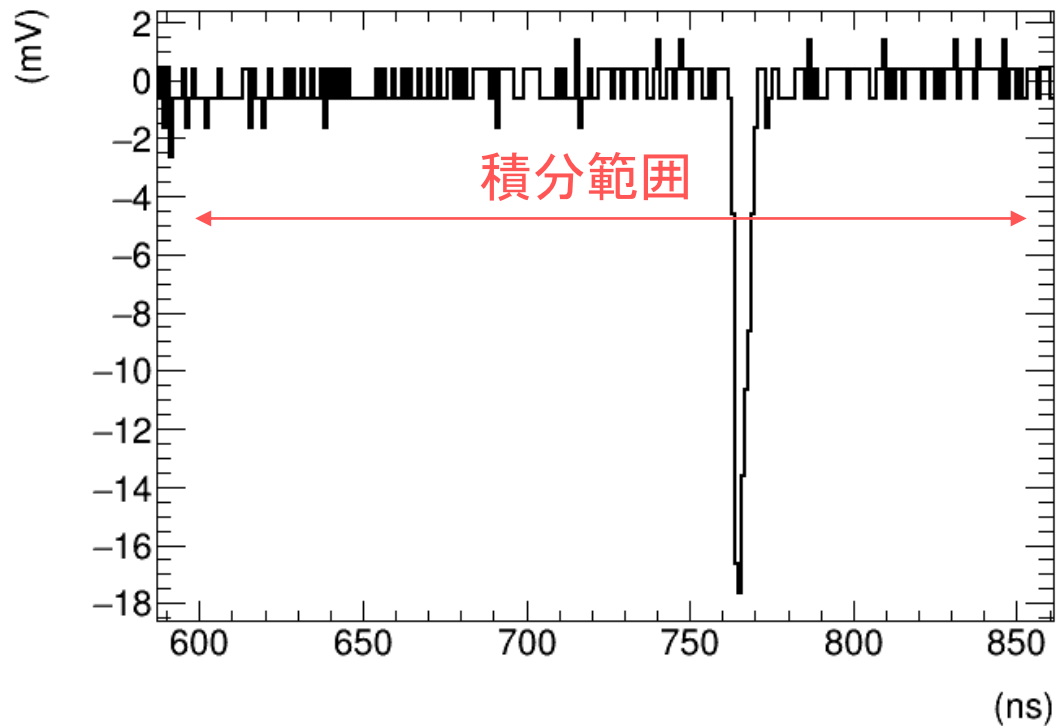

図1:LEDの波形データを、ピーク付近を拡大して表示したもの
2. 性 能 (システム構成については、図1をご参照下さい)